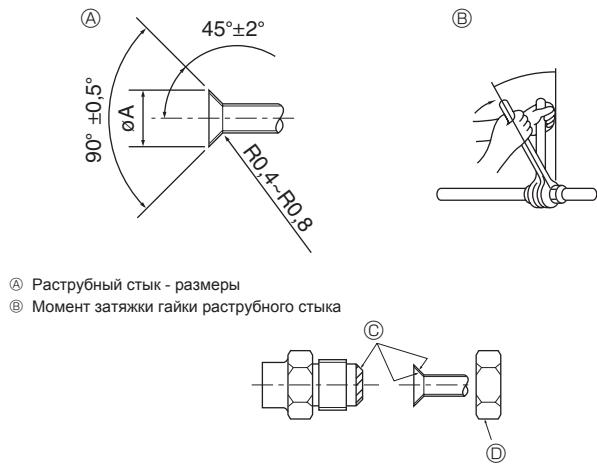

Fig. 4-1
- Нанесите тонкий слой масла хладагента на контактную поверхность труб и соединений перед тем, как затягивать гайку с фланцем. ④ (Fig. 4-1)
- Для затягивания трубных соединений используйте два гаечных ключа. ⑤ (Fig. 4-1)
- Нанесите машинное масло охлаждения на всю поверхность области присоединения муфты. ⑥ (Fig. 4-1)
- Используйте гайки растребного стыка для следующего размера трубы. ⑦ (Fig. 4-1)
④ (Fig. 4-1)
⑤ (Fig. 4-1)